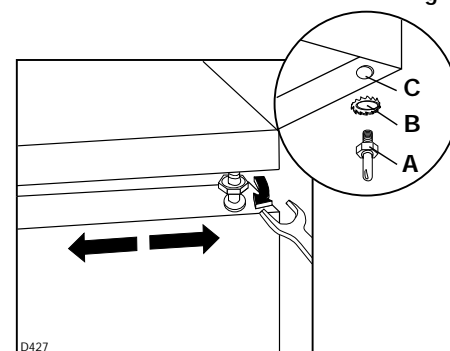

Fig. 3
Den øverste dør tages af den øverste tap (A - Fig. 3).
Den øverste tap og underlagsskiven (A+B - Fig. 3) tages af det øverste hængsel (C) og sættes på igen på modsat side.